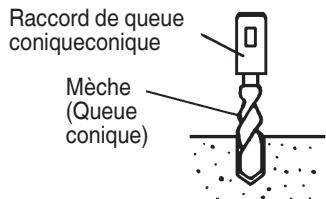

Fig. 12
- Installer la mèche à queue conique dans le raccord de queue conique. (Fig. 12)